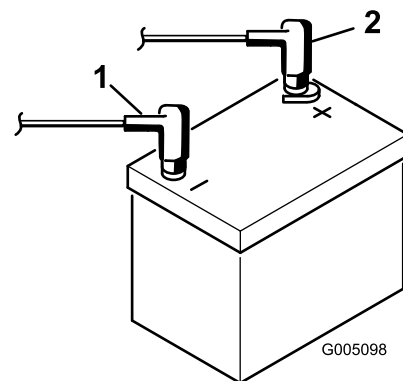

Bild 8
- Schließen Sie zuerst das Pluskabel (Rot) am Pluspol (+) des Akkus und dann das Minuskabel (Schwarz) am Minuspol (-) des Akkus an; befestigen Sie sie mit den Schrauben und Muttern (Bild 8). Ziehen Sie die Gummimuffe über den Pluspol, um Kurzschlüssen vorzubeugen.